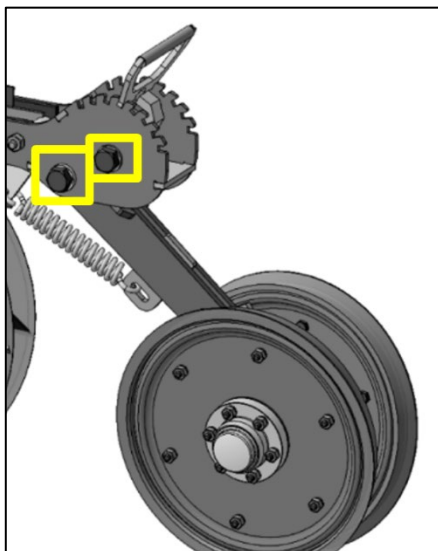

Рисунок 50 – Механизм укрывающих колёс (устройство уплотнения)
6.2.9 Обильно смазать машинным маслом втулки и механизмы укрывающих колёс, рис. 50.